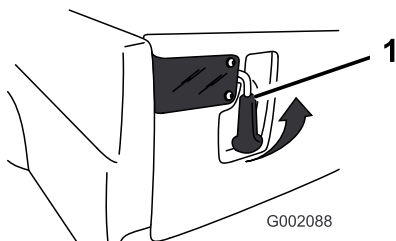

Figura 29
1. Para abrir os trincos traseiros, levante os respectivos manípulos (Figura 29). Os trincos deslocam-se automaticamente para o centro da porta traseira. Faça a porta traseira descer lentamente.